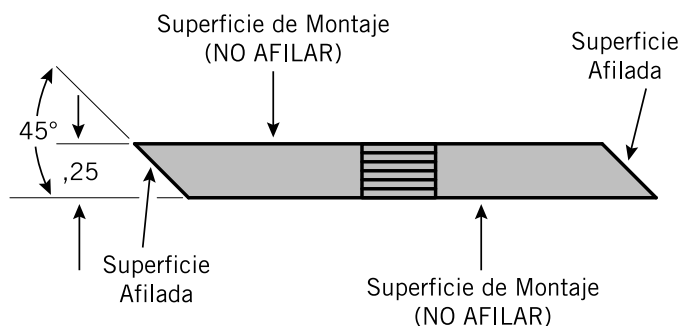

Figura 5.3, Superficies de las cuchillas chipeadoras
- Vuelva a afilar el borde angulado de las cuchillas de corte a 45 grados (Figura 5.3). Al afilar las cuchillas, use el escantillón para el ángulo de las cuchillas de manera de obtener el ángulo correcto (véase la Figura 5.4).